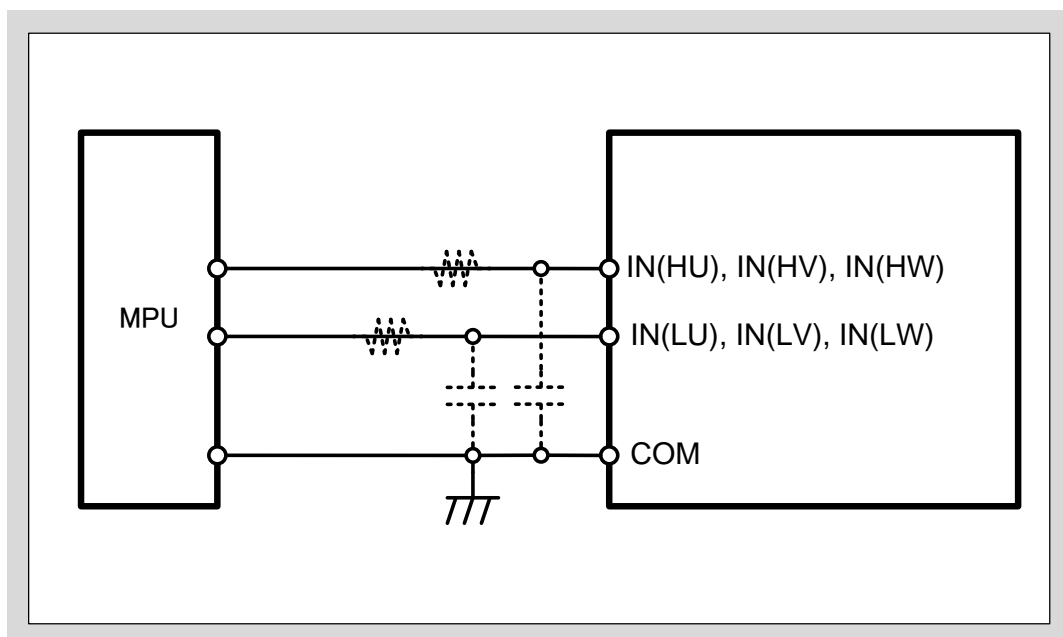
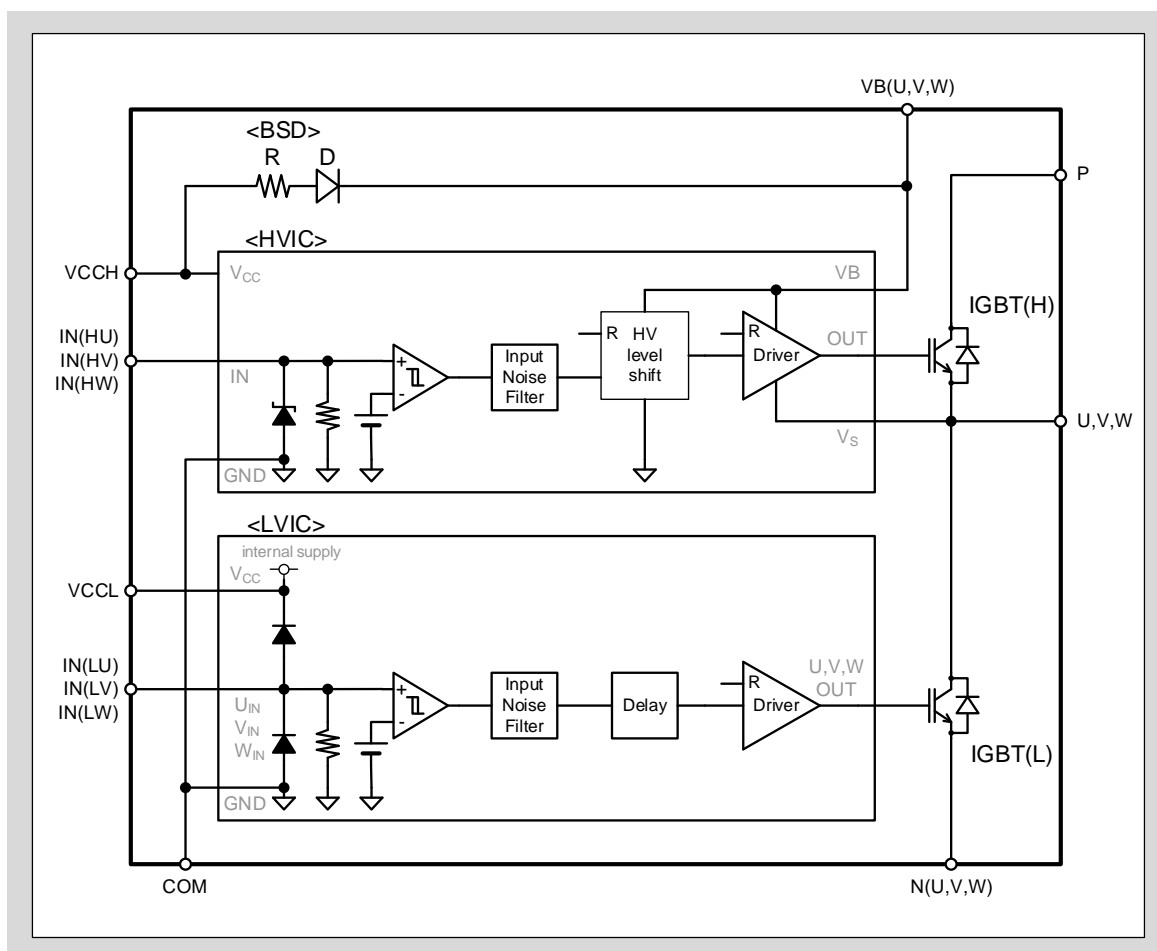

図3-15 IN(HU, HV, HW), IN(LU, LV, LW)端子とMPU I/Oとの推奨接続回路
図3-16 入力端子 IN(HU, HV, HW), IN(LU, LV, LW) 回路
- 図3-15にMPUと本製品の接続例を示します。入力端子は直接MPUに接続することができます。入力端子にはプルダウン抵抗を内蔵しており、外付けプルダウン抵抗をつける必要はありません。また、入力端子はハイアクティブ動作であるため、外付けプルアップ抵抗をつける必要もありません。
- 信号配線が長くノイズが重畳する場合は、図3-15に点線で示すRCフィルタ回路で除去してください。RとCの定数は、PWM制御方式やプリント基板の配線パターンに応じて調整してください。
- 本製品の入力端子はハイアクティブ動作です。この動作論理により、入力信号は制御電源の立上げ・立下げシーケンスにおいて制限が無い場合、システムとしてフェイルセーフとなります。また、図3-16に示すように、入力端子にはプルダウン抵抗を内蔵しているため、外付けプルダウン抵抗を必要とせずシステムの部品点数を減らすことができます。さらに入力閾値電圧を低く設定していることにより3.3V電源のMPUに直接接続できます。
- MPUと本製品の入力端子間に外付けフィルタ抵抗を接続する際には、図3-16に示す入力端子のプルダウン抵抗を考慮して、入力端子電圧が入力閾値電圧以上になるよう設計してください。(例:図3-15の点線で示した部品の場合、 $R=100\Omega$ ,  $C=1000\text{pF}$ )
- 図3-16に示すようにVCCL-IN(LU, LV, LW)とIN(HU, HV, HW, LU, LV, LW)-COM端子間にダイオードが接続されています。これらのダイオードは本製品をサージ入力から保護するためのものであるため、電圧クランプダイオードとして使用しないでください。本製品が破壊する恐れがあります。